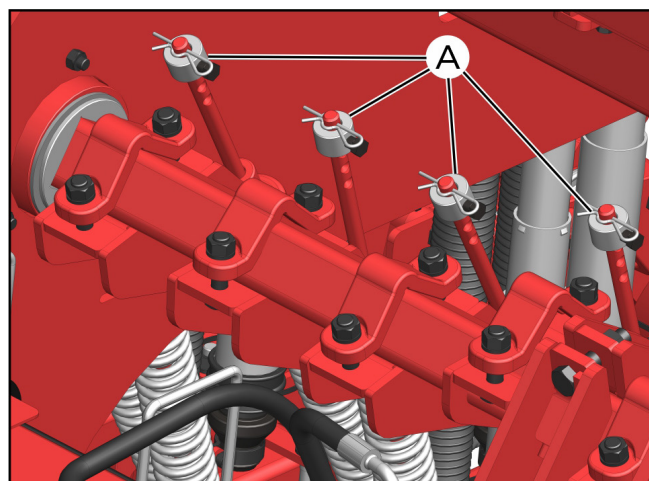

fig. 25
La profundidad puede ser limitada a través de los topes individuales de cada línea (A) (fig. 25). En este caso es necesaria la regulación precisa de la presión de los resortes a través del cilindro hidráulico.